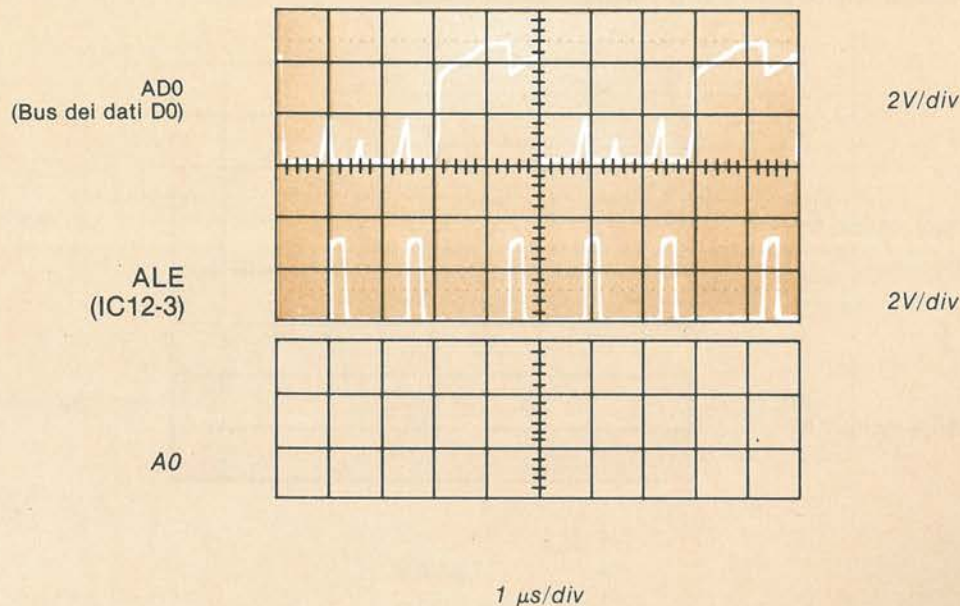
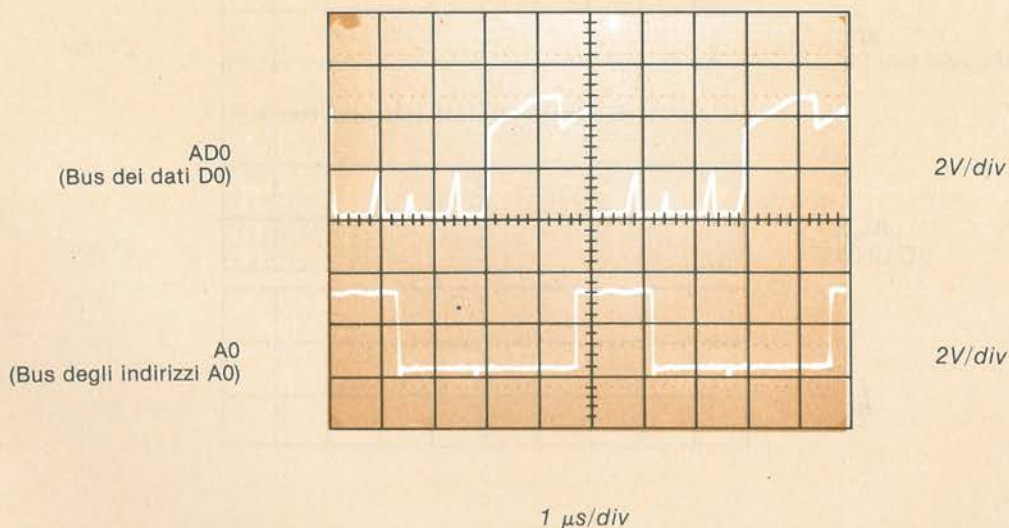

Figura 10-4. I fronti di discesa di ALE indicano che su AD0 sono presenti degli indirizzi stabili
Figura 10-5. La linea di indirizzo A0 dopo il demultiplex, generata a partire dalla linea di indirizzo in multiplex AD0
- D) Regolate il livello del trigger in modo da ottenere un'immagine stabile sullo schermo. (Figura 10-4).
- F) Disegnate su di un foglio, riferendovi alla Figura 10-4, la forma d'onda dei segnali d'indirizzo. Tale forma d'onda ha delle transizioni solo in corrispondenza dei fronti di discesa di ALE, quando viene ad assumere il valore di AD0.
- G) Collegare il canale B alla linea A0 (inserite il puntale della sonda nel foro metallizzato). Verificate che l'immagine sullo schermo sia simile a quella della Figura 10-5. La forma d'onda di A0 dovrebbe essere simile a quella che voi avete disegnato basandovi sulla Figura 10-4.